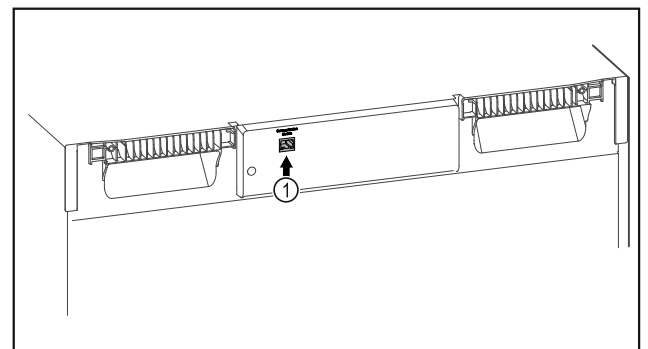

Fig. 111
- ❑ SmartModule Fig. 111 (1) встановлено.